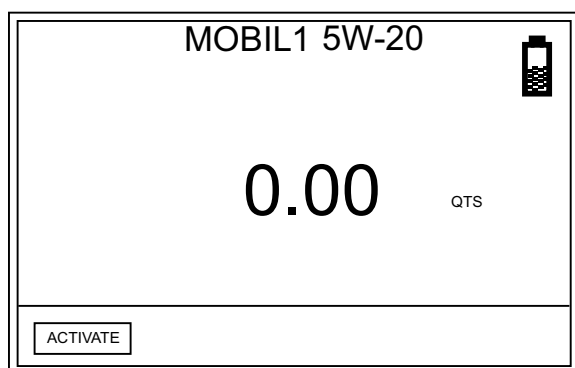

FIG. 30
2. Aparece la pantalla de dosificación manual (FIG. 30). Pulse el botón INTRO central en el teclado del contador para seleccionar ACTIVAR. Escuchará un chasquido fuerte en el contador indicando que ahora está preparado para comenzar a dosificar líquido